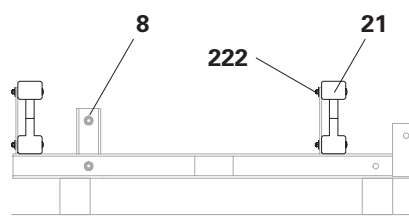

Fig. B6.06
3. Preforare la trave per cassaforma GT 24 (**21**) con $\varnothing 9$ mm e avvitare con bulloni a testa piatta DIN 603 M8 x 100 MU (**222**) sulla trave per piattaforma finale (**8**). (Fig. B6.06)